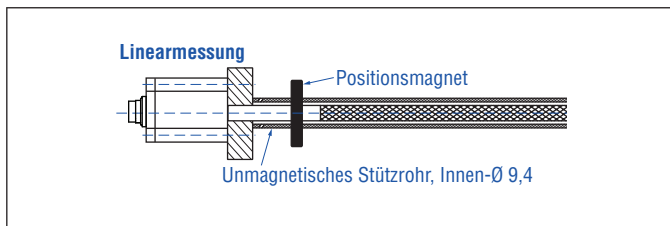

Abb. 19: Sensor mit Stützrohr/Schutzrohr
1. Führen Sie den flexiblen Messstab immer in einem Stützrohr/ Schutzrohr (z.B. druckfestes Rohr HD/HL/HP oder HFP-Profil). Das Stützrohr muss aus unmagnetischem Material bestehen und einen Innendurchmesser von mindestens 9,4 mm haben (Abb. 19). Es kann gerade oder gebogen sein.